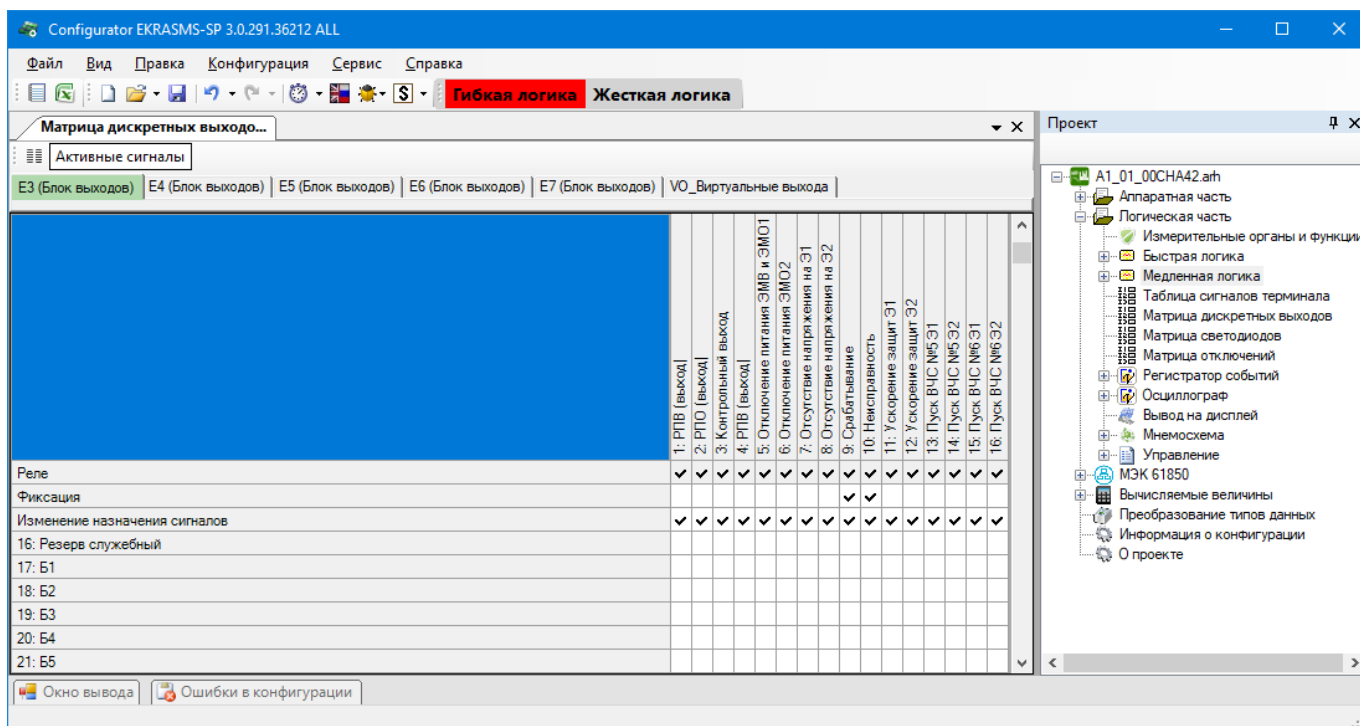

Рисунок 4.109
4.6.5.1.1 Окно **Матрица дискретных выходов** (см. рисунок 4.109), пункт меню «дерева» проекта **Логическая часть** → **Матрица дискретных выходов**, предназначено для конфигурирования выходных цепей.